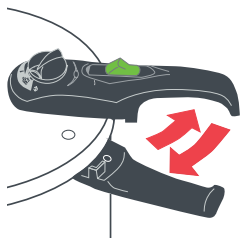

Fig.5
Tampa (1). Fabricada em aço inoxidável de alta qualidade e espessura de grande calibre. É necessário que a tampa esteja devidamente travada e com a pressão de funcionamento corretamente selecionada para que a panela alcance a pressão suficiente. Para colocar facilmente a tampa, alinhe a marca ● que está ao lado esquerdo da pega, na parte superior da tampa, com a marca ● na parte superior da pega da panela. (Fig. 5)